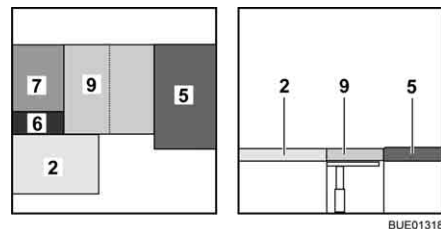

Bild 148 Efter ombyggnaden
- Fäll upp den extra dynan (Bild 148,9) och lägg den på bordet.